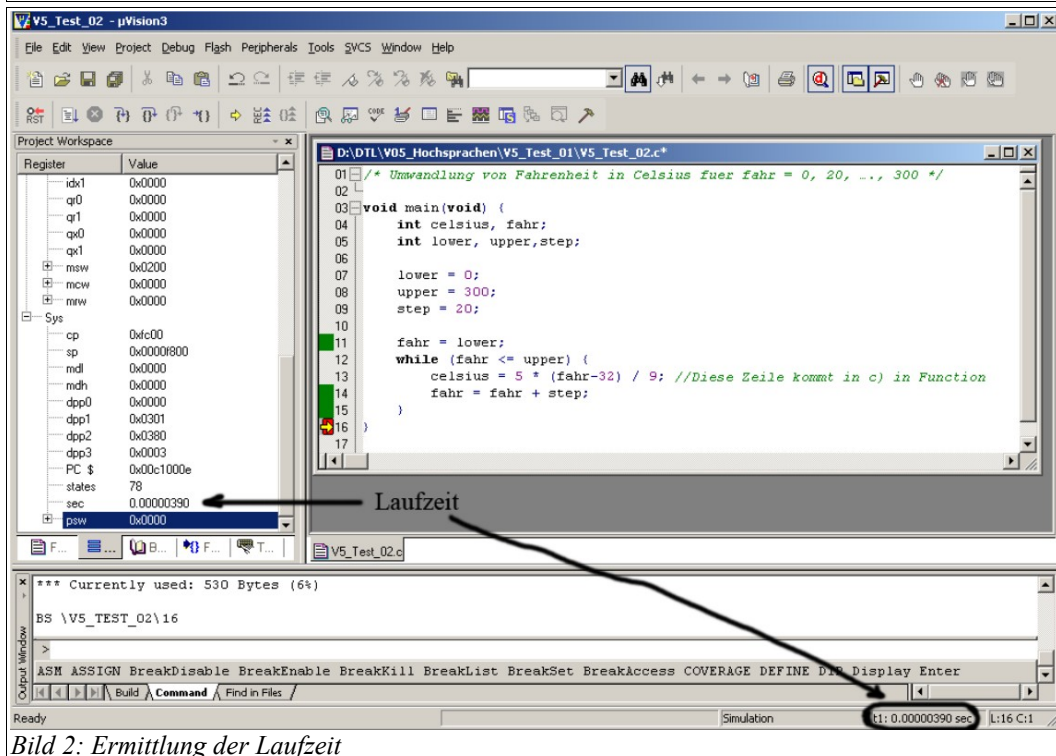

Bild 2: Ermittlung der Laufzeit
- **Laufzeit** bis zum Ende des Programms (Run bis Breakpoint auf schließende Klammer!) die im Debugger im Registerfenster ganz unten vor dem PSW oder in der Statusleiste des Debuggers als t1: angezeigt wird (siehe Bild 2 auf Seite 4).